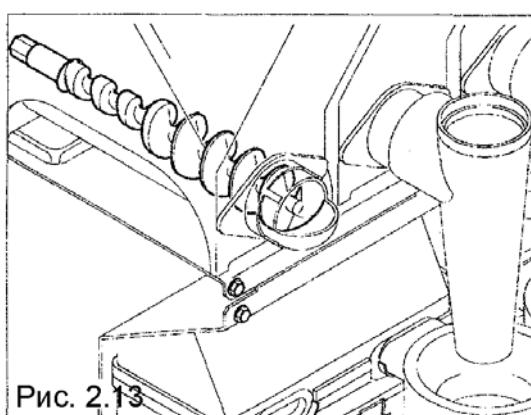

Рис. 2.13
- Редукторный двигатель для растворимых продуктов приводит в движение винтовой конвейер, чтобы выдать запрограммированное количество продукта в миксер (в некоторых версиях несколько продуктов можно обрабатывать в одном миксере, например молоко и шоколад) (рис. 2.13).